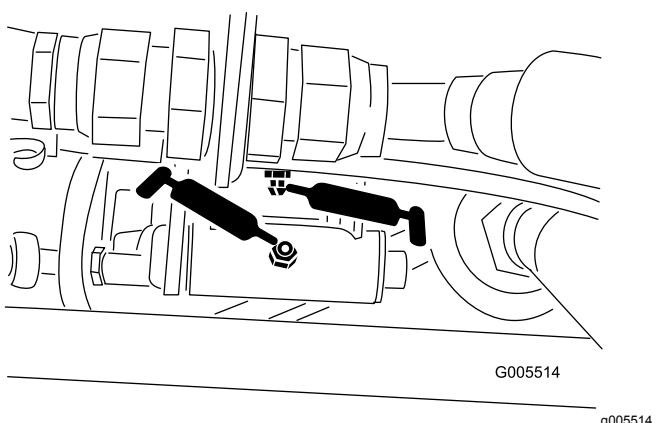
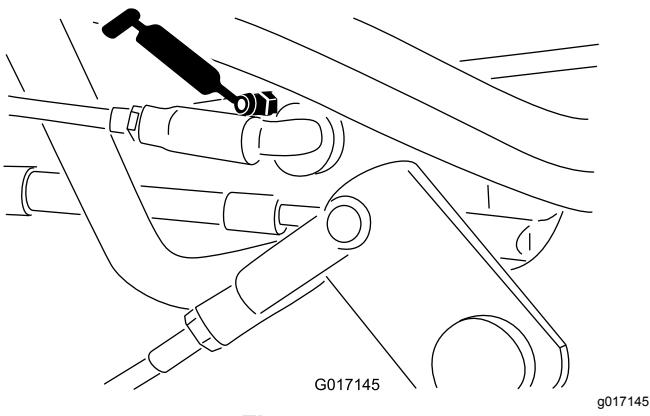

Figura 43
Figura 44
- Tiranteria del selettor di velocità (Figura 43 e Figura 44)